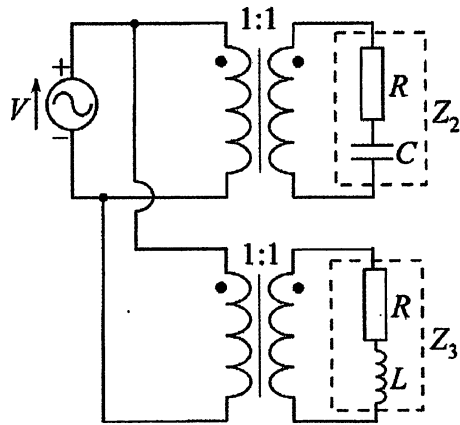

図 4
- (4) 図 4 の回路を考える。ただし, $n_2 = n_3 = 1$ で, V は角周波数 ω の交流電圧源である。